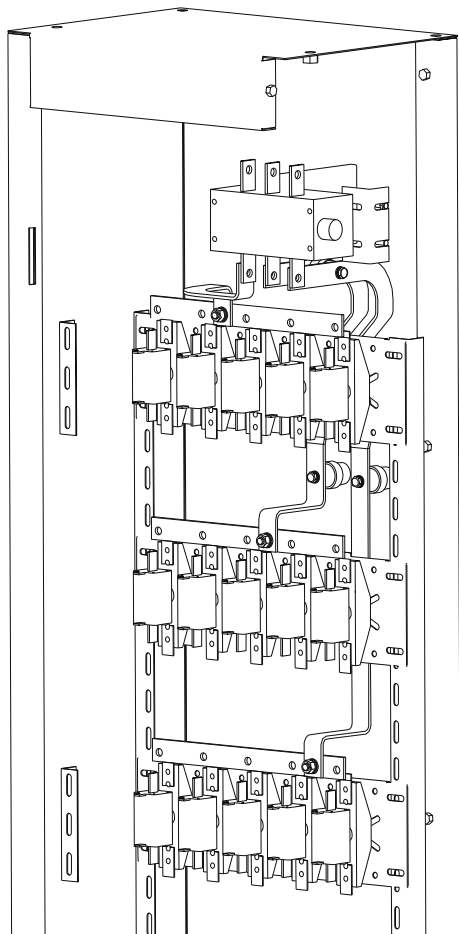

Рисунок 3
2.7 Установить предохранители на панели (рисунок 3). Крепёж в комплект поставки не входит.
2.8 Установить фазные шины на контакты предохранителей (рисунок 3). Крепёж входит в комплект поставки предохранителей.
2.9 Установить на вертикальные уголки панели с предохранителями, совмещая отверстия в вертикальных и горизонтальных шинах (рисунок 3). Крепёж входит в комплект поставки шкафа.
2.10 Выполнить присоединение вертикальных шин с горизонтальных шин к горизонтальным, используя болты M10×25 с плоскими и пружинными шайбами и гайками из комплекта шин (рисунок 3).